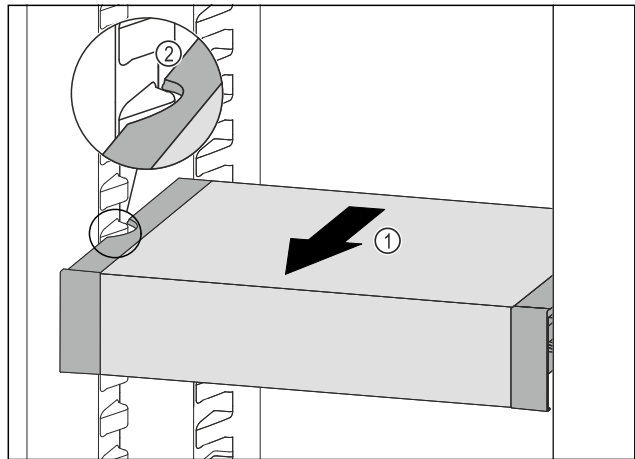

Fig. 40
- ▶ VarioSafe nach vorne ziehen Fig. 40 (1), bis sich die seitlichen Aussparungen des VarioSafes auf Höhe der Behälterrippe im Kühlteil befinden. Fig. 40 (2)